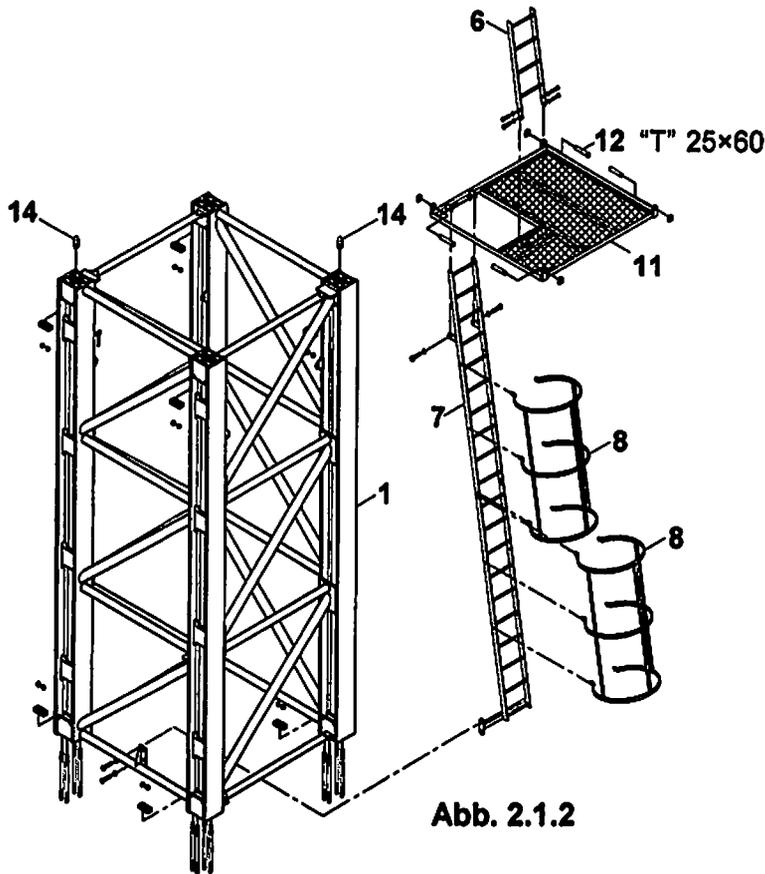

Abb. 2.1.2
Die Treppen (6) und (7) und die Schutzvorrichtungen (8) montieren (Abb. 2.1.2).